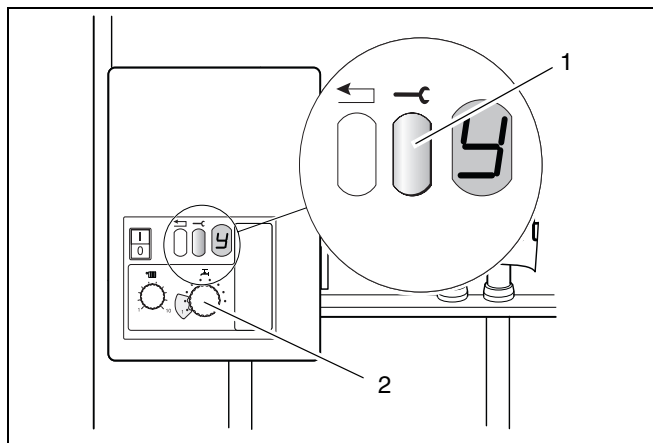

Fig. 27 Tastă de service, regulator pentru temperatura apei calde
- Când arzătorul pornește, după cca. 30 s, se apasă tasta de service (fig. 27, poz. 1), până la apariția indicației "Y" pe display.
- Regulatorul pentru temperatura apei calde (fig. 27, poz. 2) se trece în poziția "1".
- Regulatorul pentru temperatura apei calde (fig. 27, poz. 2) se trece din nou în poziția inițială.
- Se apasă tasta de service (fig. 27, poz. 1), până apare indicația "Y" pe display.
- Se apasă tasta de service (fig. 27) după aprinderea arzătorului, până apare indicația "Y" pe display.